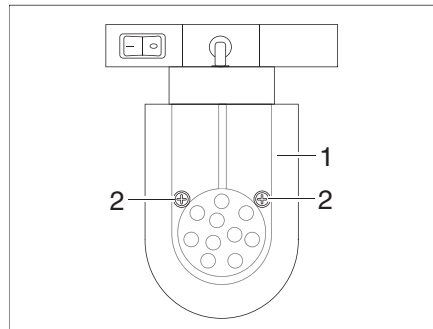

Fig. 166 Faretto a LED (mobile)
- Svitare le viti di fissaggio (Fig. 166,2).
- Rimuovere il vetro della lampada (Fig. 166,1).